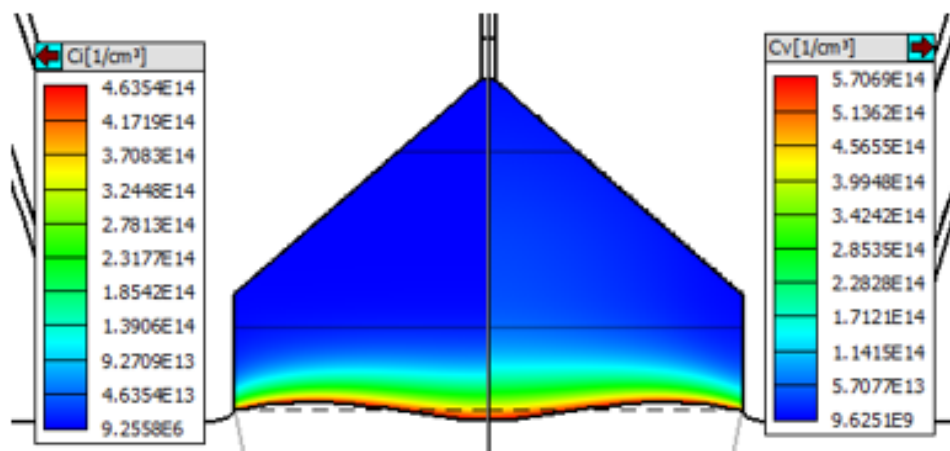

図 8. Basic Module で計算された
- Basic Module での点欠陥計算のリリース (図 8)